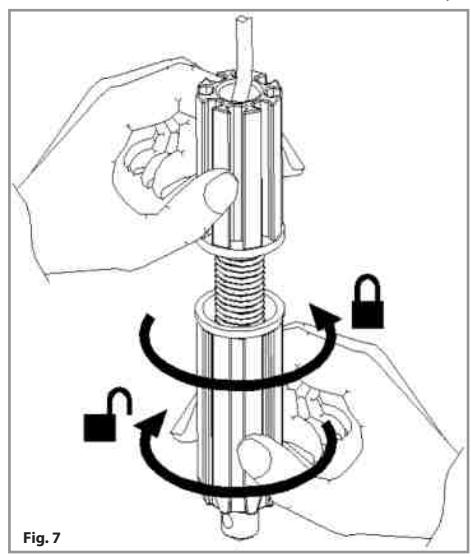

Fig. 7
- 17) Despues de haber efectuado la instalación mecánica y los contactos electricos proceder a regular el movimiento final del cierre como mues la fig.7.